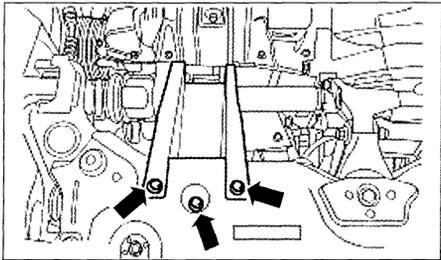

FIG. 42
- Si es necesario, desmontar la caja deformable (fig. 42).
- si está desmontada, apretar las fijaciones de la caja deformable a 4 daNm (fig. 42).